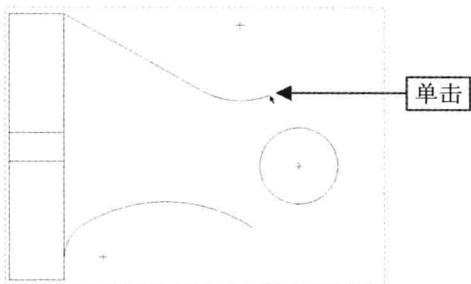

图 2-76 确认起始点
Step 03 在绘图区的圆上单击鼠标左键，确认圆弧的圆心，此时系统自动产生一个以虚线显示的动态同心圆，拖曳鼠标至合适位置，单击鼠标左键，确认起始点，如图 2-76 所示。